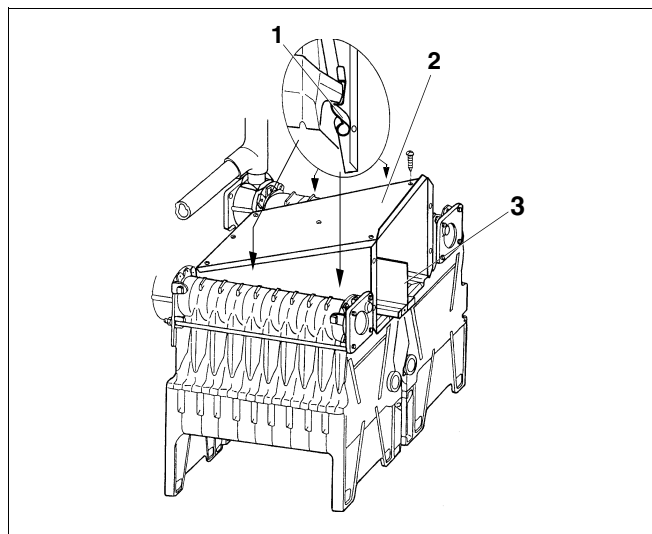

Fig. 36 Mise en place des ressorts
- Poser le couvercle de nettoyage (fig.36, **pos.2**) et le visser sans serrer avec les vis en laiton M6x16 et les écrous à la cloison de séparation (fig.36, **pos.3**) et les parois latérales.
- Introduire les 4 ressorts (fig. 36, **pos. 1**) entre les panneaux latéraux et le corps en fonte. Les panneaux latéraux doivent désormais reposer sur la limite intérieure de la rainure. Les ressorts servent à stabiliser le collecteur des fumées et à assurer l'étanchéité entre le bloc chaudière et le collecteur de fumées.
- Serrer toutes les vis de la cloison de séparation (fig. 36, **pos.3**).
Légende pour la fig. 36